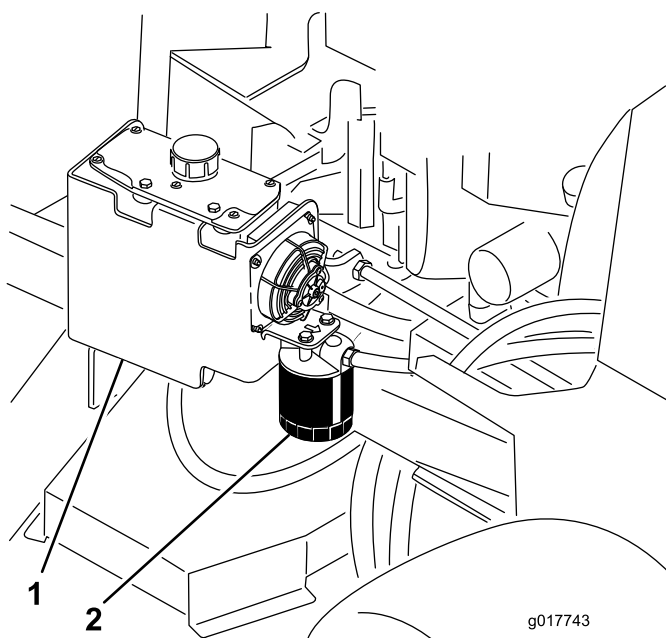

Figura 77
3. Localice el filtro y coloque un recipiente debajo del filtro (Figura 77).